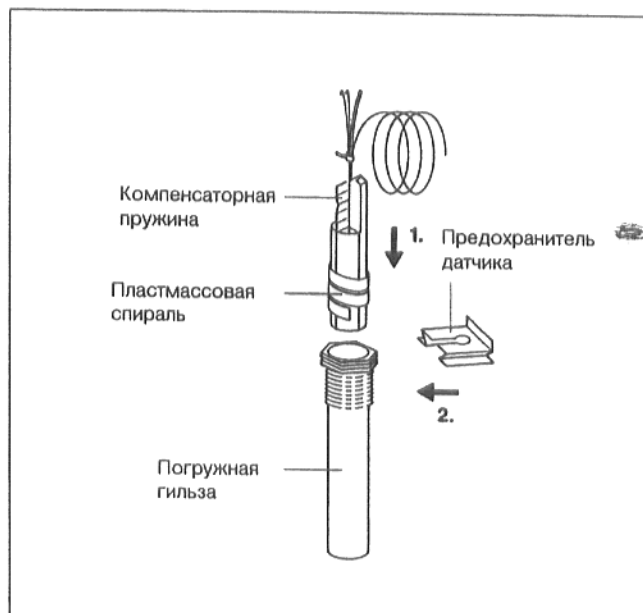

рис. 28
- Вставить датчики температуры до упора в погружную гильзу. При этом пластмассовая спираль самостоятельно отодвигается назад. Компенсаторную пружину необходимо вставить в погружную гильзу вместе с датчиком (рис. 28)
- Надеть предохранитель датчика (входит в комплект поставки устройства регулирования) сбоку или сверху на головку погружной гильзы (рис. 28).